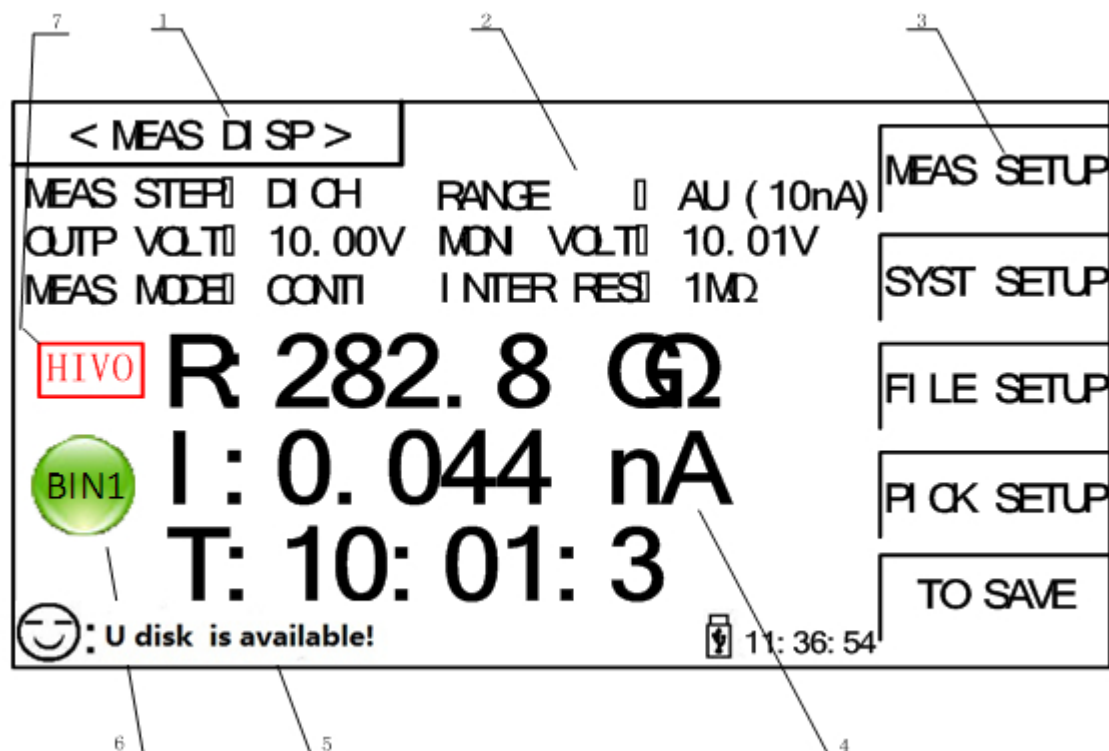

Bild 2-3 Anzeigebereiche
- Benutzen Sie [MEAS], [SYSTEM], [FILE] oder die Softtasten, um die gewünschte Bildschirmseite aufzurufen (siehe Bild 2-3).